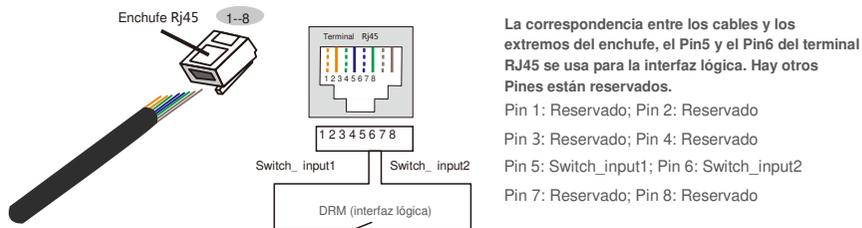

Figura 5.31 Pele la capa de aislamiento y conéctela al enchufe RJ45
2. Utilice el pelacables de red para pelar la capa de aislamiento del cable de comunicación. De acuerdo con la secuencia de línea estándar de la figura 5.31, conecte el cable al enchufe de RJ45 y luego use una herramienta para crimpar cables de red y ajustarlo.